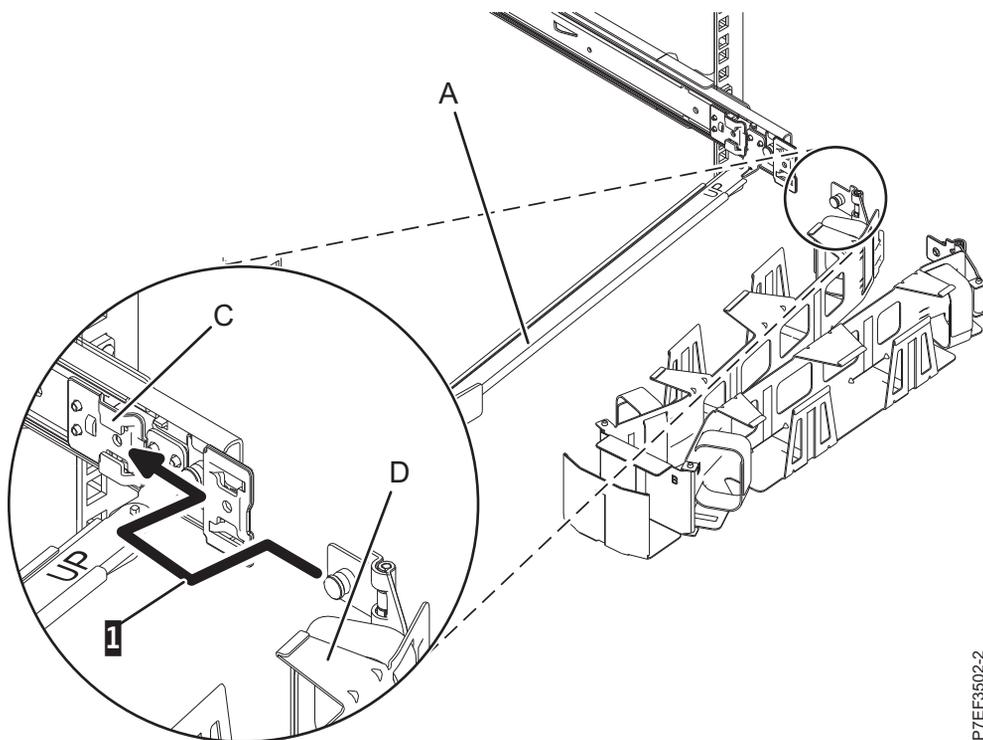
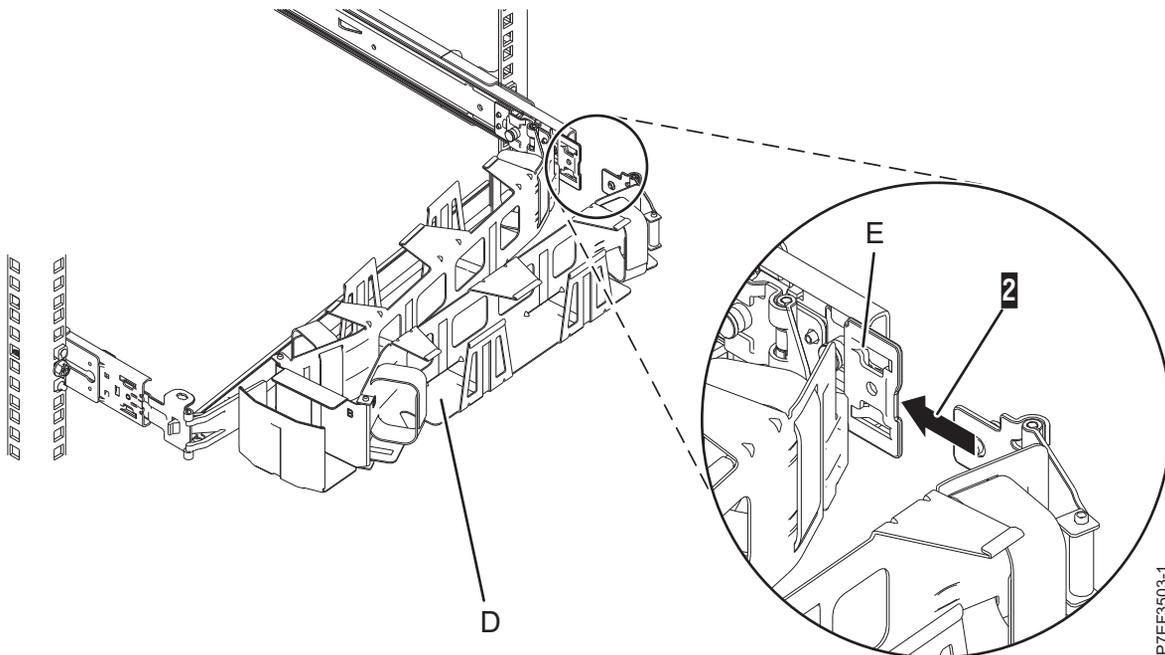

Figura 14. Deslizamiento de la pestaña del brazo portacables en la ranura de la abrazadera de montaje
Figura 15. Deslizamiento de la otra pestaña del brazo portacables en la abrazadera de extensión
7. Coloque el brazo portacables (D) en el brazo de soporte (A). Deslice la primera pestaña del brazo portacables hacia el interior de la ranura del soporte de montaje (C). Empuje la pestaña hasta que el pestillo accionado por resorte quede encajado en su sitio. Deslice la otra pestaña del brazo portacables hacia el interior de la pieza de sujeción de la extensión (E) en la parte exterior del riel deslizante derecho (2). Presione la pestaña hasta que el pestillo accionado por resorte quede encajado en su sitio. Para obtener detalles, consulte Figura 14 y Figura 15 en la página 12.